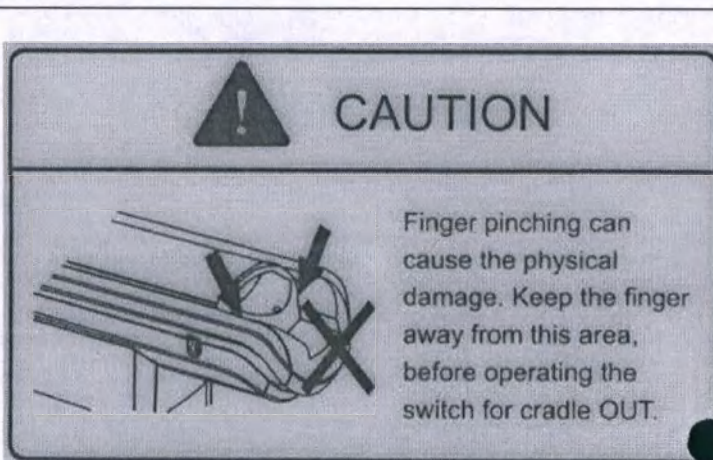

Рисунок 2.1-4
3. Предупреждающий символ зажима руки расположен с обеих сторон задней части стола, как показано на рис. 2.1-4